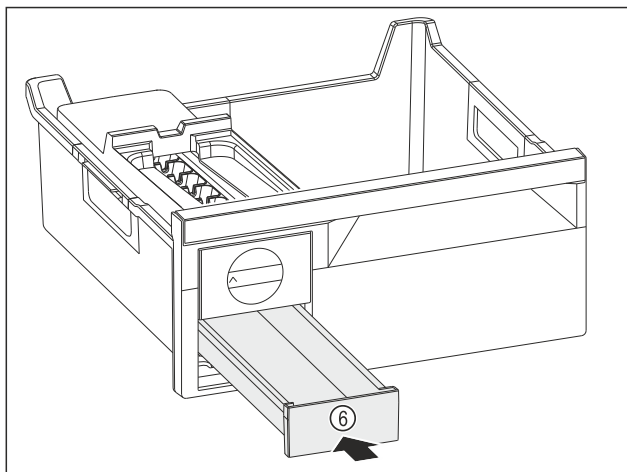

Fig. 136
- ▶ Inserați sertarul pentru cuburi de gheață Fig. 136 (6).